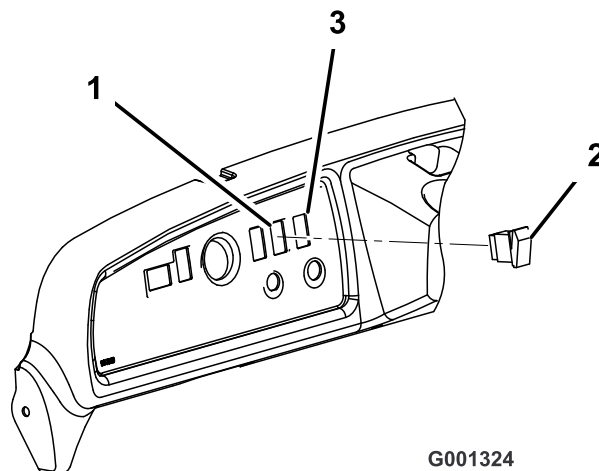

Figura 9
9. Tappo l'interruttore nel connettore secondario sul cruscotto. Inserite l'interruttore nel foro sul cruscotto (Figura 9).
8. Staccate il tappo dal foro nella parte destra del cruscotto (Figura 9).
10. Collegate l'interruttore al connettore del cablaggio sul cruscotto. Inserite l'interruttore nel foro sul cruscotto (Figura 9).